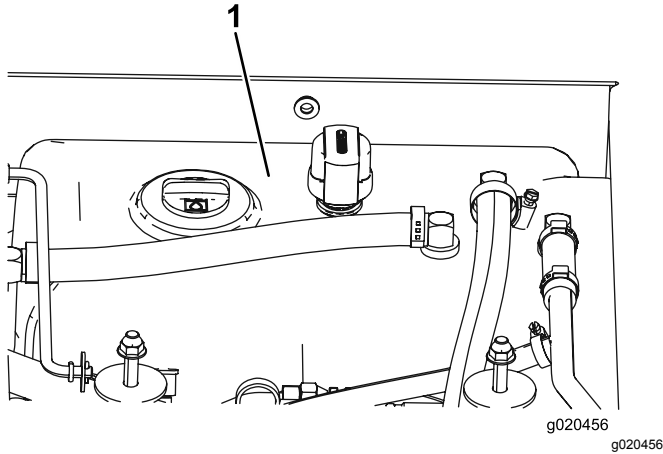

Figura 96
4. Llene el depósito (Figura 96) con fluido hidráulico; consulte Comprobación del fluido hidráulico (página 70).